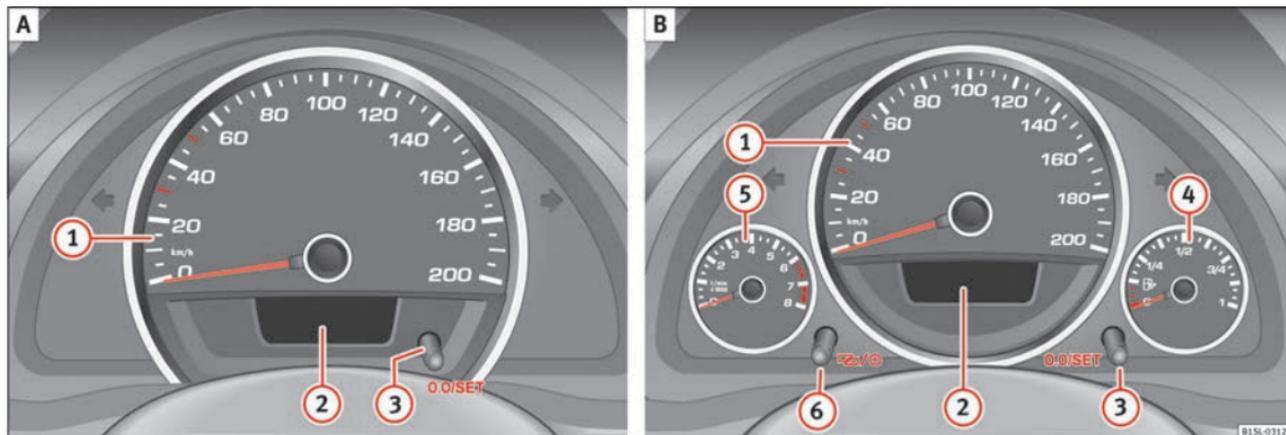

Fig. 95 Painel de instrumentos, no tabuleiro de instrumentos: variante 1 (A) e variante 2 (B).
Explicações sobre os instrumentos » Fig. 95:
No ecrã do painel de instrumentos »» Fig. 95 **❷** pode ser visualizada informação diversa, em função do equipamento do veículo:
A indicação de serviço surge no visor do painel de instrumentos »» Fig. 95 (2).